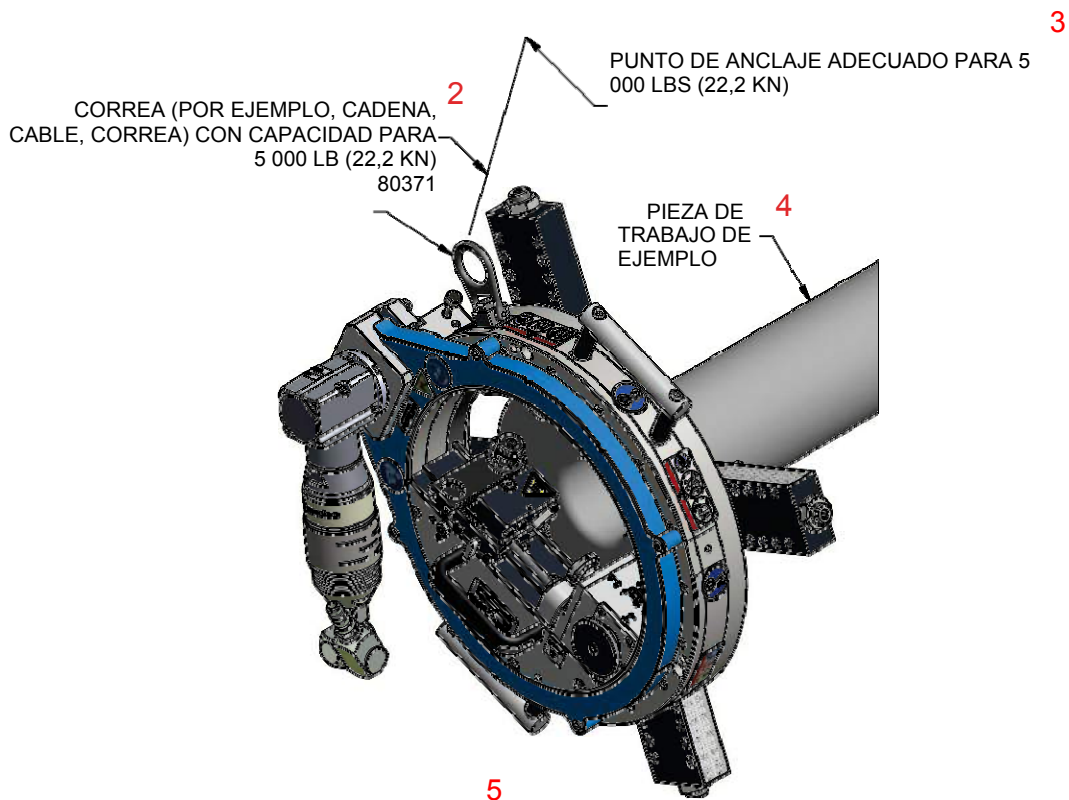

FIGURA 3-10. MONTE LA MÁQUINA A LA PIEZA DE TRABAJO (SE MUESTRA EN FF1200)
1. Coloque la máquina en la pieza de trabajo (Figura 3-10).